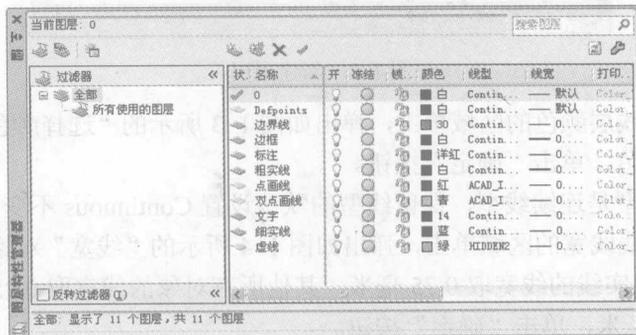

图 1-7 创建图层的结果
9) 创建图层的结果如图 1-7 所示。其中文字层的颜色设置为 14 号色,即棕色。